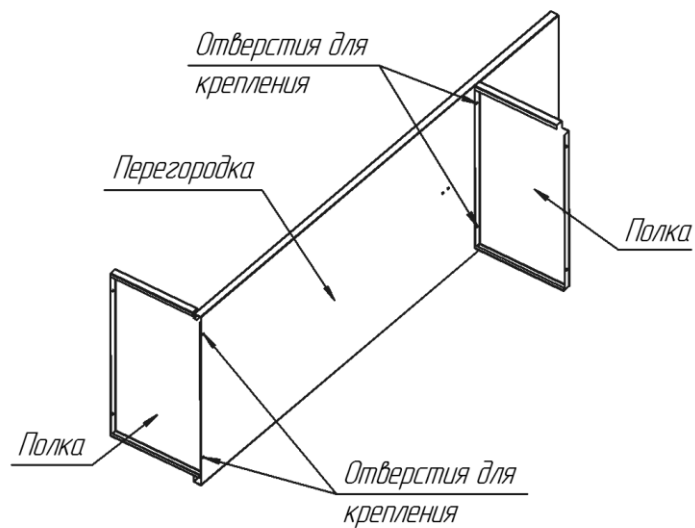

Рис.4
5.2.4. Склепать между собой конструкцию из перегородки и двух полок, как показано на **Рис.4**. Вставить полученную конструкцию в каркас шкафа, приклепать полки к стенкам боковым (**Рис.5**).